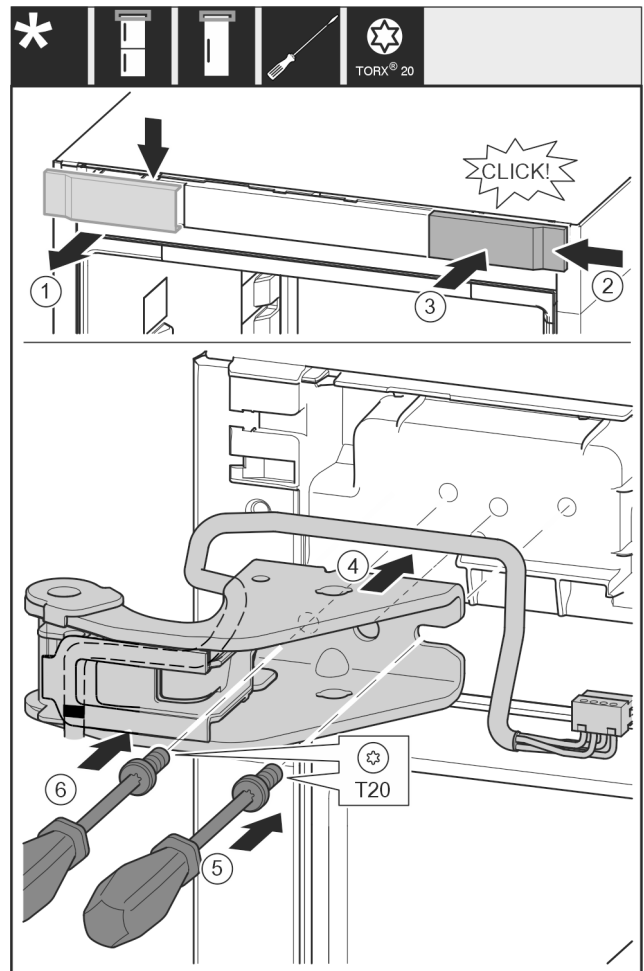

Fig. 30
- ▶ Retirer le couvercle du haut vers l'avant. Fig. 30 (1)
- ▶ Accrocher le cache tourné de 180° de l'autre côté à droite. Fig. 30 (2)
- ▶ Encliqueter le cache. Fig. 30 (3)
- ▶ Mettre en place le support de palier supérieur. Fig. 30 (4)
- ▶ Mettre en place la vis avec un tournevis T20 et la serrer. Fig. 30 (5)
- ▶ Mettre en place la vis avec un tournevis T20 et la serrer. Fig. 30 (6)